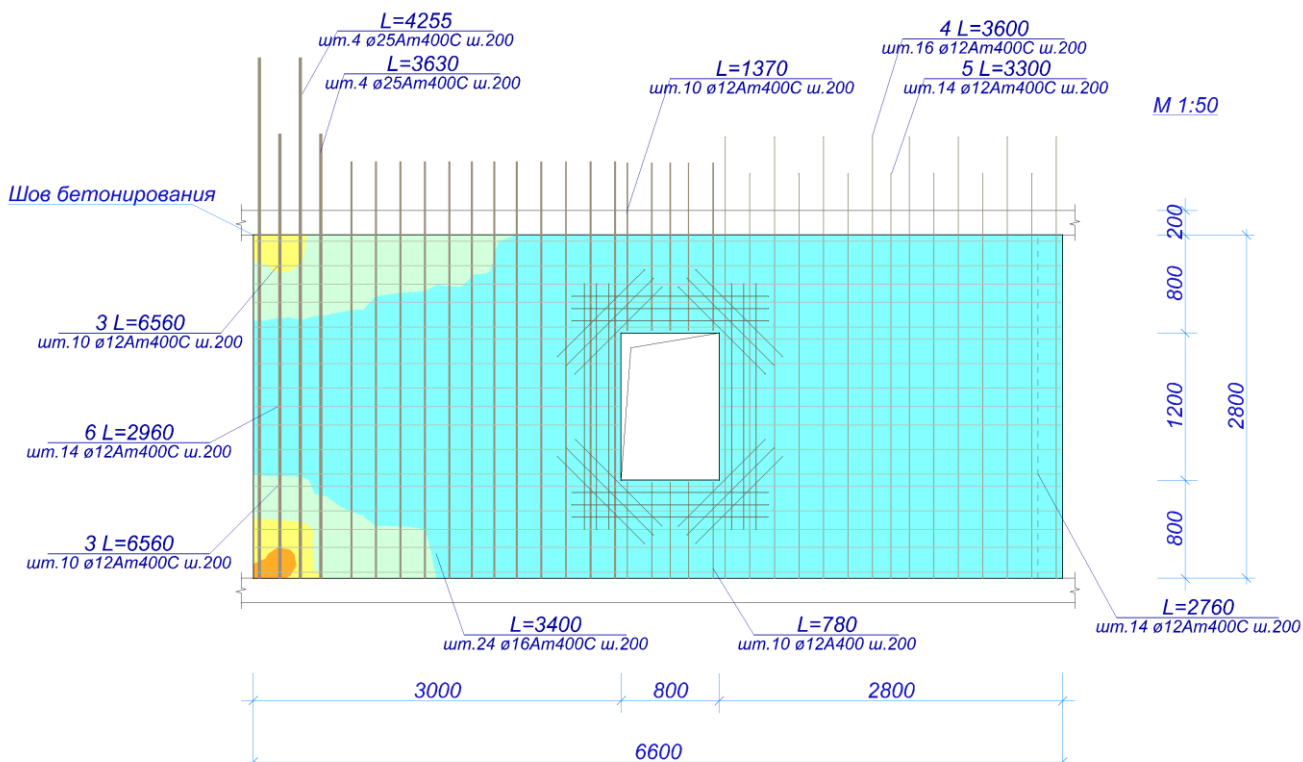

Рис.8.19. Законструированная диафрагма с обрамленным отверстием
- После этого щелкните по кнопке **ОК** (рис.8.19).